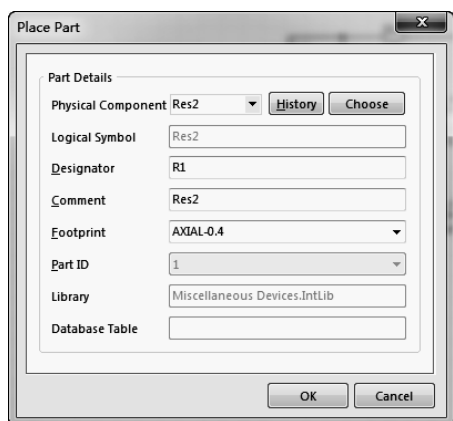

图 2-2-14 放置元器件符号对话框
(1) 第一种方法。具体操作过程如下。
① 执行菜单命令 Place → Part 或按两下【P】键或在 Wiring 工具栏中单击放置元器件符号图标, 弹出 Place Part 放置元器件符号对话框, 如图 2-2-14 所示。
② 将表 2-1 中 R1 的属性值分别输入到各自对应项中, 其中 Physical Component 中输入表 2-1 中第一项 Design Item ID 的值。输入完毕单击【OK】按钮, 鼠标指针变成十字形, 且元器件符号随十字形指针移动。
③ 此时可按【空格】键旋转方向, 按【X】键水平翻转, 按【Y】键垂直翻转, 确定方向后, 在适当位置单击, 放置好一个符号。此时仍有一个电阻符号随十字形指针移动, 可继续放置, 若单击鼠标右键则继续弹出 Place Part 对话框, 重复上述步骤放置其他元器件符号, 直至单击【Cancel】按钮退出。
④ 如果符号放置后仍然需要移动或改变方向, 可在元器件符号上按住鼠标左键拖曳进行移动; 或在符号上按住鼠标左键后按【空格】键旋转方向, 按【X】键水平翻转, 按【Y】键垂直翻转, 以改变方向。